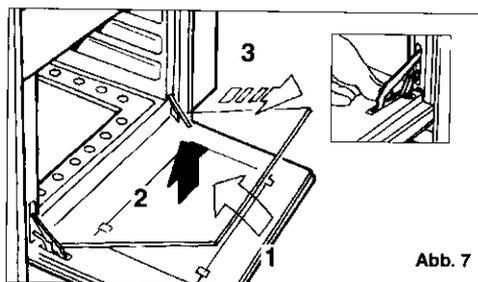
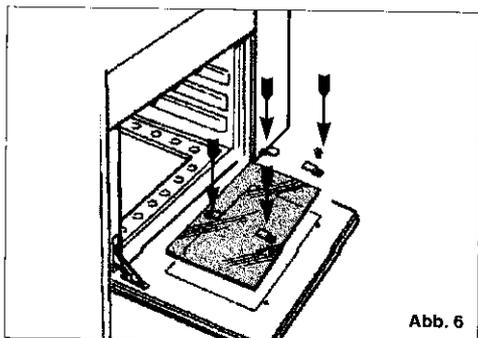

Abb. 7
Abb. 6
Das Innenglas der Backofentür kann leicht für Reinigungszwecke abgenommen werden. Unter Verwendung einer Münze oder eines Schraubendrehers die 4 Schrauben lösen, mit denen es an der Gegentür befestigt ist (Abb. 6). Zur gründlicheren Reinigung der Backofentür diese wie angegeben ausbauen (Abb. 7): die Tür öffnen, die Zungen nach unten drücken, die Tür etwas schließen (1), sie dann leicht anheben, um es den unteren Scharnieren zu ermöglichen, aus ihren Langlöchern hervorzukommen (2); abschließend die Tür herausziehen (3); die zwei oberen Scharniere kommen ebenfalls hervor. Nach dem Reinigen, wieder einsetzen.